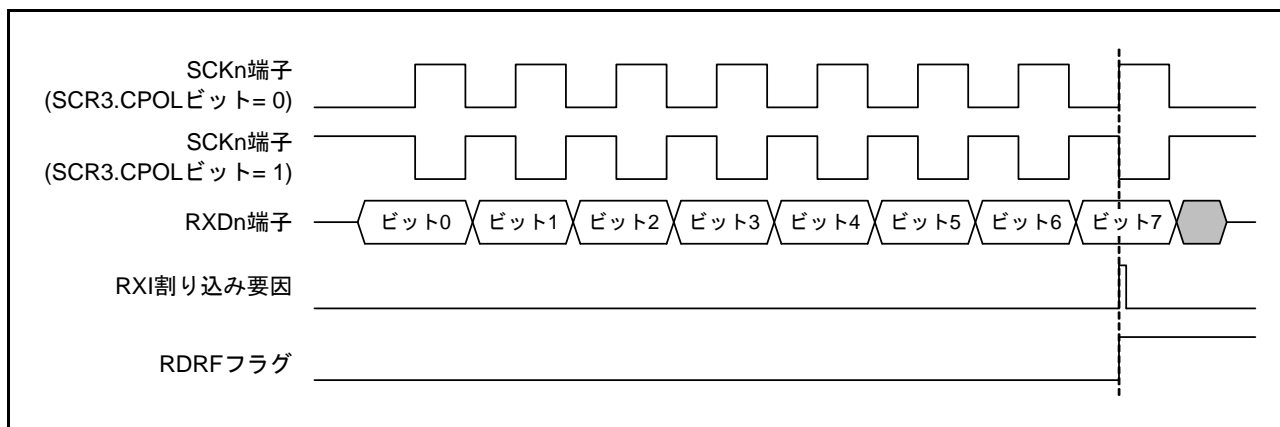

図 31.118 簡易 SPI モード (クロック遅れあり) RXI 割り込み発生タイミング
- クロック遅れあり設定 (SCR3.CPHA ビット = 0) の場合、図 31.118 に示すように SCKn 端子の最終クロックエッジ手前のクロックエッジで受信データフル割り込み (RXI) が発生します。このとき、SCR0 レジスタの TE、RE ビットを SCKn 端子の最終クロックエッジより前に “0” にすると SCKn 端子出力がハイインピーダンスとなり、最終送受信クロックのクロックパルス幅が短くなります。また、RXI 割り込み後、SCKn 端子の最終クロックエッジより前に接続先スレーブに対する SSn# 端子入力信号を High にするとスレーブが誤動作する可能性があります。